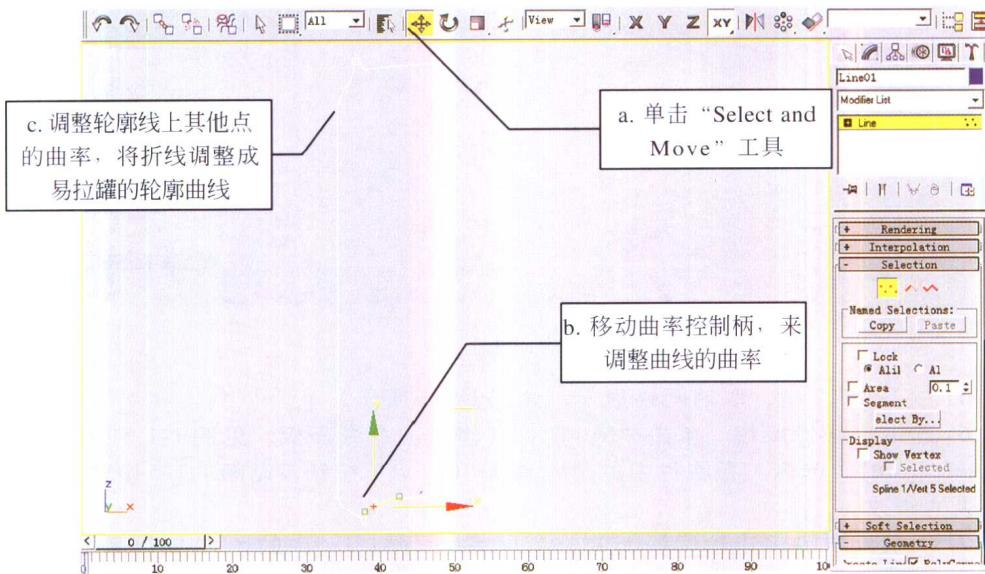

图 1-1-6
(8) 这时顶点的周围出现了两个曲率控制柄, 在工具栏中单击“Select and Move”(选择和移动)工具, 见图 1-1-6 中的 a。移动曲率控制柄, 来调整曲线的曲率, 见图 1-1-6 中的 b。
(9) 重复步骤(6)~(8)的操作，调整轮廓线上其他点的曲率，将折线调整成易拉罐的轮廓曲线，见图1-1-6中的c。